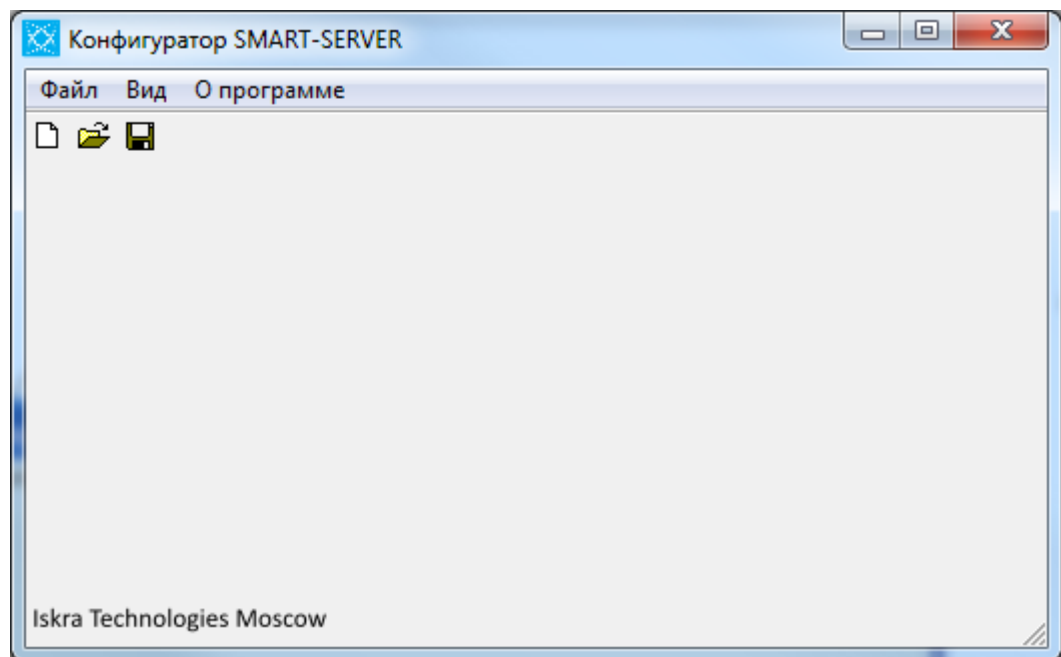

Рисунок 3. Панель инструментов
- нажатием кнопки  на панели инструментов (рисунок 3). Для отображения/скрытия панели инструментов последовательно выберите пункты меню Вид/Панель инструментов.